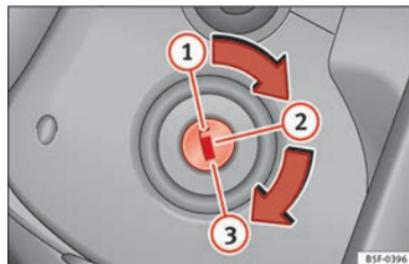

Abb. 168 Positionen des Zündschlüssels
In dieser Position »» Abb. 168 sind die Zündung und der Motor ausgeschaltet und die Lenkung kann gesperrt werden.
- Drehen Sie den Zündschlüssel in die Position »» **Abb. 168** . Beim Vorglühen des Motors leuchtet die Kontrollleuchte  auf.
- Drehen Sie den Zündschlüssel in die Position » **Abb. 168** ⓘ.